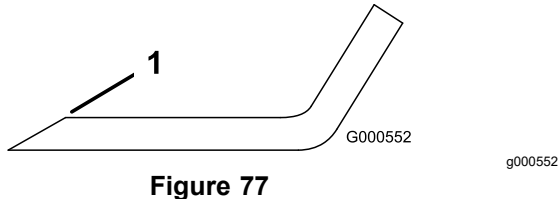

Figure 77
1. Au moyen d'une lime, aiguisiez les tranchants aux deux extrémités de la lame (Figure 77).
**Remarque:** Si la lame est déséquilibrée, limez un peu l'extrémité de l'ailette seulement (Figure 77).